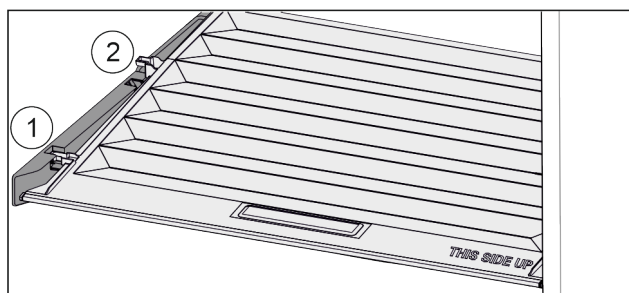

Fig. 41
- ▶ Tirer le couvercle vers l'avant jusque dans l'orifice des pièces de retenue Fig. 41 (1).
- ▶ Le soulever par le bas à l'arrière et le sortir par le haut Fig. 41 (2).